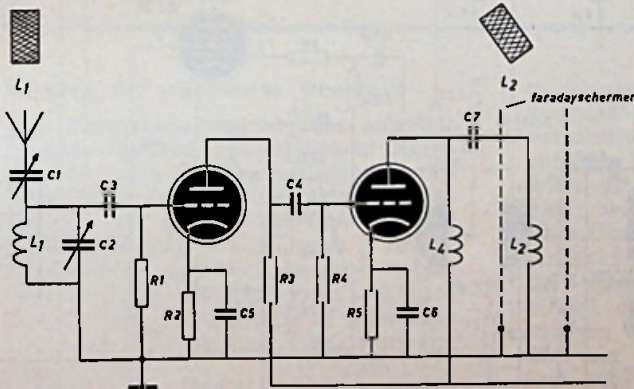

Fig. 4 - Schakeling r.f. RC-gekoppelde versterker.
**De RC gekoppelde r.f. versterker (fig. 4)**
Dat "breken" is niet anders dan "van richting veranderen", zodra de lichtstralen overgaan van een stof met hoge brekingsindex naar een stof met lage brekingsindex. In vlakke platen treedt die breking wel op bij intreden maar hij wordt weer opgeheven bij het uittreden (fig. 4)! In de praktijk komt dit vaak neer op de overgang van een "dichtere" stof naar een "minder dichte", of omgekeerd. In de af-
Fig. 4 - In een niet te dik plat stuk glas, met evenwijdige vlakken is de breking van de inkomende stralen even groot doch tegengesteld aan de breking van de weer uit het glas tredende stralen. De stralen treden als ongebroken weer naar buiten. Geen kleuren.